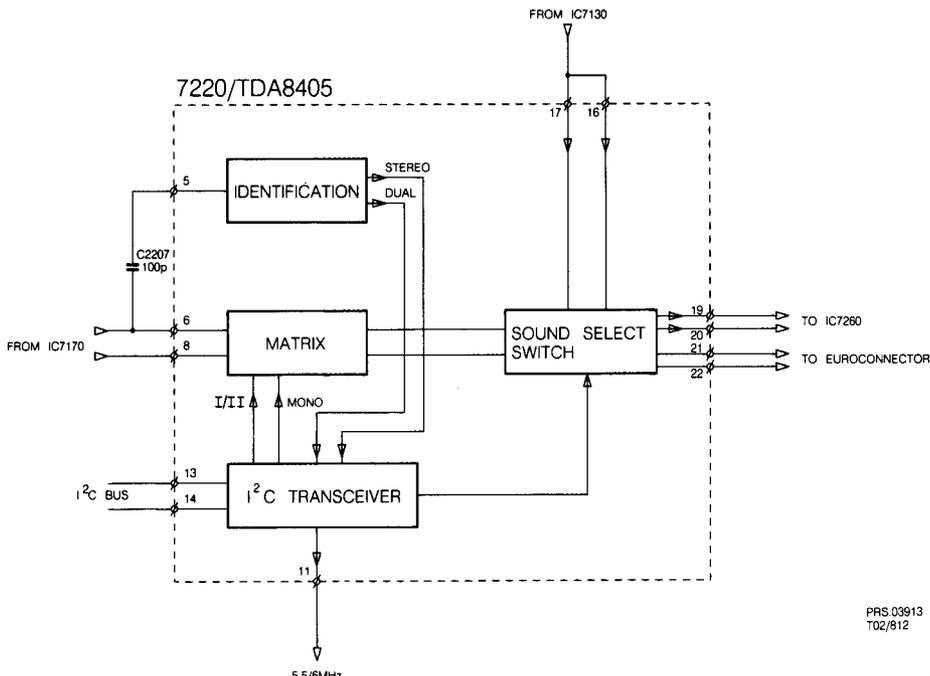

Bild 10.3
10.3 Das Stereo-Decoder-IC (Bild 10.3)
10.6 Der IIC-Bus-Transceiver (Bild 10.3)
- 2) Das niederfrequente Signal (NF) an Anschluss 16 und 17 von IC7220 wird zu dem Ausgang durchgeschaltet.
10.6.3 Das Kontrollregister (Bild 10.3)